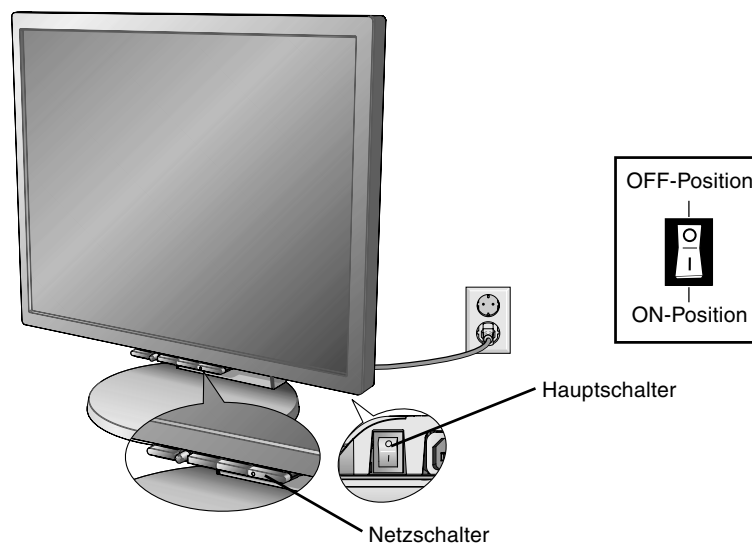

Abbildung E.1
8. Schließen Sie das Netzkabel an die Steckdose an (**Abbildung E.1**).
9. Der Hauptschalter auf der Rückseite des Monitors muss eingeschaltet sein (**Abbildung E.1**). Schalten Sie den Monitor mit dem Netzschalter auf der Vorderseite ein, und schalten Sie den Computer ebenfalls ein.